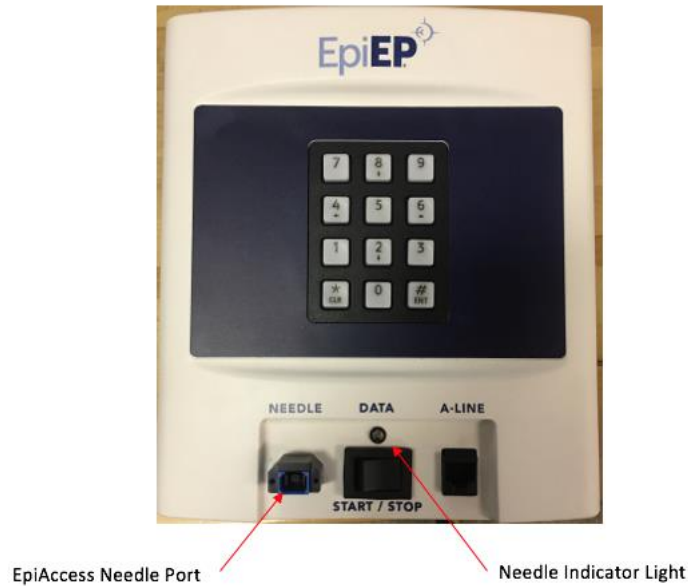

Figure 3 - Unité de contrôle EpiAccess A0005
3. Lors de l'utilisation de l'unité de contrôle EpiAccess A0005, suivez les instructions indiquées sous la figure 3.